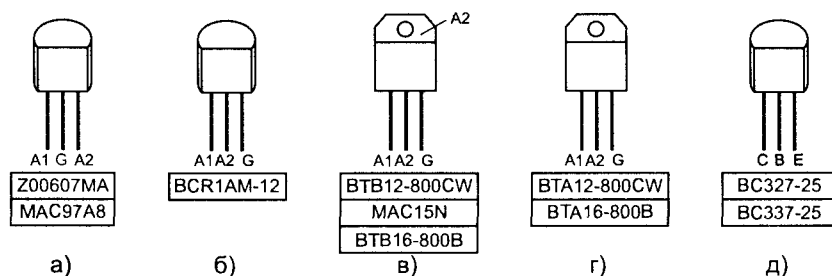

Рис. 3.2.7. Маркировка элементов ЭК EVO-1
- Назначение выводов — см. рис. 3.2.7а
- Ближайший аналог — BCR1AM-12 (назначение его выводов последнего показано на рис. 3.2.7б).
- Назначение выводов — см. рис. 3.2.7в
- Ближайший аналог — ВТА12-800CW (назначение его выводов показано на рис. 3.2.7г). Необходимо отметить, что в этом приборе подложка изолирована от кристалла.
- Ближайший аналог — ВТА16-800В (назначение его выводов показано на рис. 3.2.7г). Необходимо отметить, что в этом приборе подложка изолирована от кристалла.
- Назначение выводов — см. рис. 3.2.7д
- Назначение выводов — см. рис. 3.2.7е